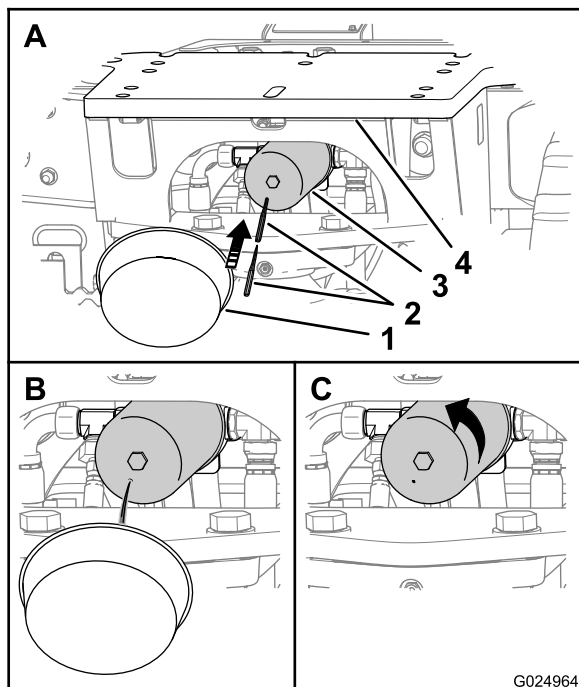

Figura 112
Nota: Potete accedere al filtro di ritorno idraulico da sotto la piastra di attacco posteriore della macchina (Figura 112).
- Mettete un contenitore sotto il filtro di ritorno idraulico (Figura 112).
- Ruotate il filtro di ritorno idraulico in senso antiorario e rimuovetelo (Figura 112).
- Punzonate la base del filtro di ritorno idraulico e lasciate defluire il fluido idraulico restante nel contenitore (Figura 112).